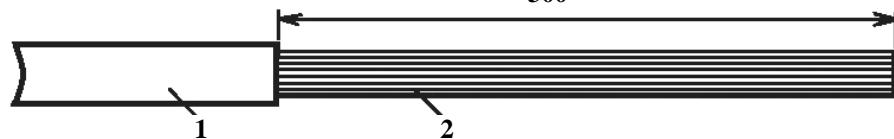

Рис. 2. Размеры разделки кабелей без брони:
3.2. Кабели без брони разделяются в соответствии с размерами, указанными на рис. 2. Все внутренние элементы, кроме токопроводящих жил, обрезаются у обрезов оболочек.